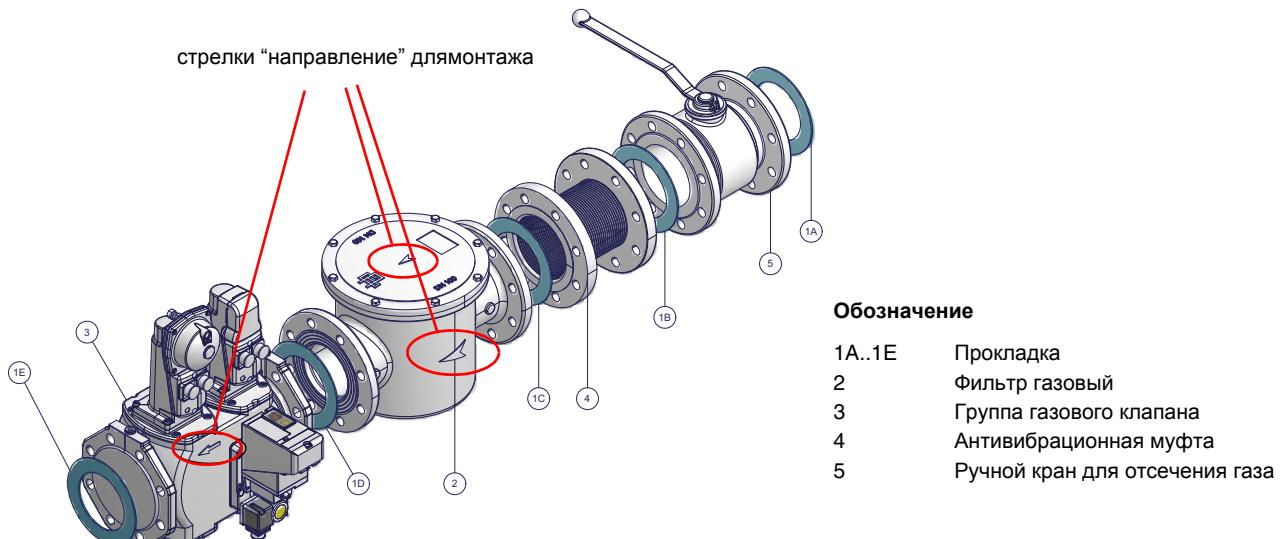

Рис. 5 - Пример газовой рампы
- 1- б) при фланцевых соединениях: между соседними компонентами устанавливать прокладку (1A..1E - Рис. 5), совместимую с используемым газом,
ВНИМАНИЕ: после монтажа газовой рампы согласно схеме на Рис. 5, необходимо провести тестирование на герметичность газового контура, согласно требований действующих нормативов.